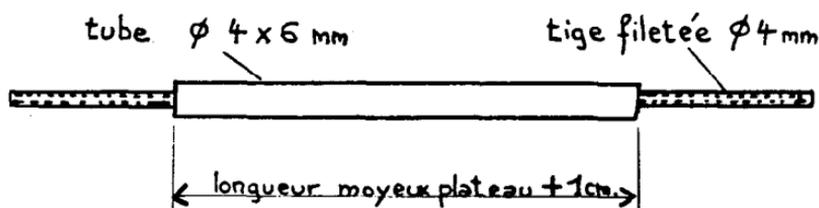

Fig. 18
b) Remplacer la tige de \varnothing 6, par du tube \varnothing 4 \times 6 en laiton, et de la tige fileté \varnothing 4, en fer ou acier (fig. 18).